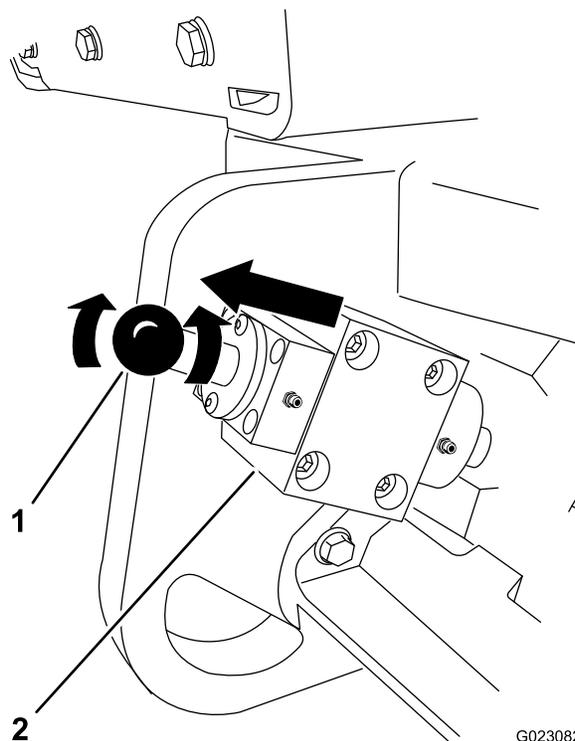

Figura 29
5. Tire del mando del freno de estacionamiento un poco hacia fuera y gírelo 90° aproximadamente en sentido horario o hasta que se libere el émbolo (Figura 29).
1. Tire del mando del freno de estacionamiento hacia fuera del todo, y gírelo 90° aproximadamente en sentido horario o hasta que encaje en la posición de elevado/bloqueado (Figura 29).